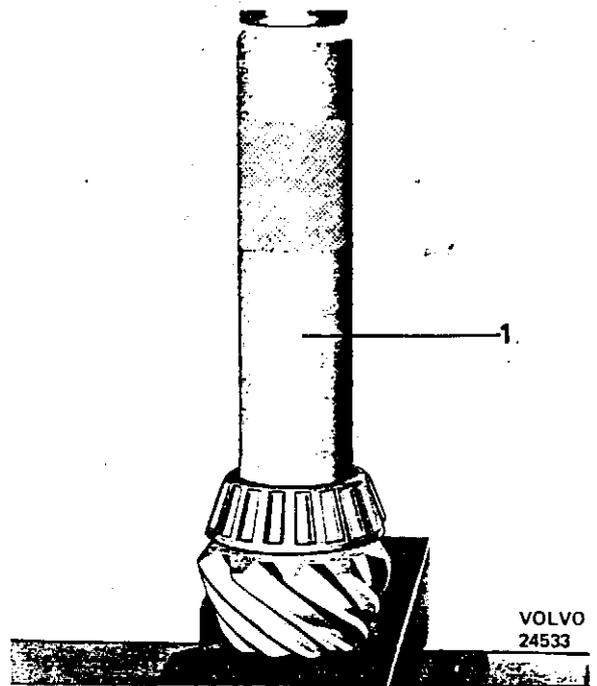

Abb. 52. Einbau des hinteren Antriebskegelradlagers
4. Hinteres Lager mit der Hülse SVO 2395 für Hinterachsgetriebe vom Typ 23, 27, 30 bzw. SVO 2842 für Typ 31 auf das Antriebskegelrad pressen (siehe Abb. 52).